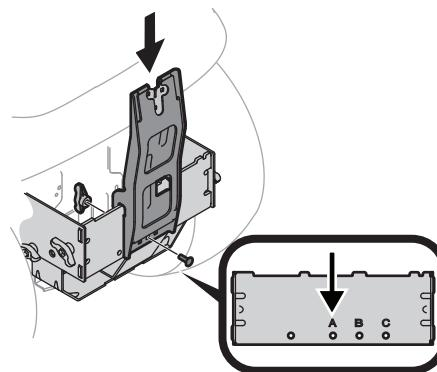

Figure 5
2. Alignez le trou central du support vertical avec celui du support de montage qui correspond à la dimension du plateau de coupe de votre appareil. Voir Figure 5.
- Fixez le support vertical au support de montage avec un boulon de carrosserie (710-0276) et un écrou papillon (720-04122) du kit de quincaillerie (689-02364). Voir Figure 5 à la page 28.